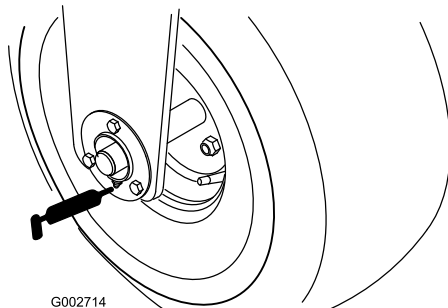

Figura 22
- Rolamento da roda dianteira (1) (Figura 22)